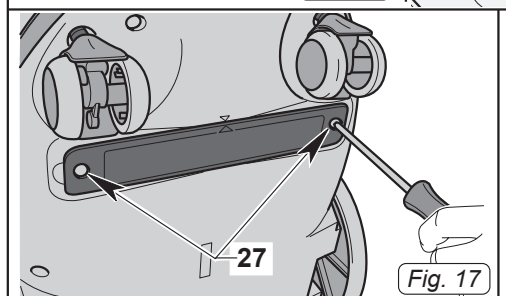
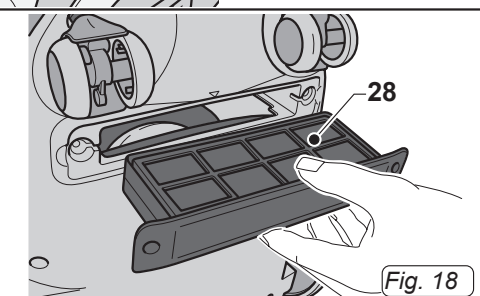

Fig. 17
Fig. 18
- Ribaltare l'aspirapolvere, quindi svitare le viti (27 Fig.17) e rimuovere il filtro (28 Fig.18).